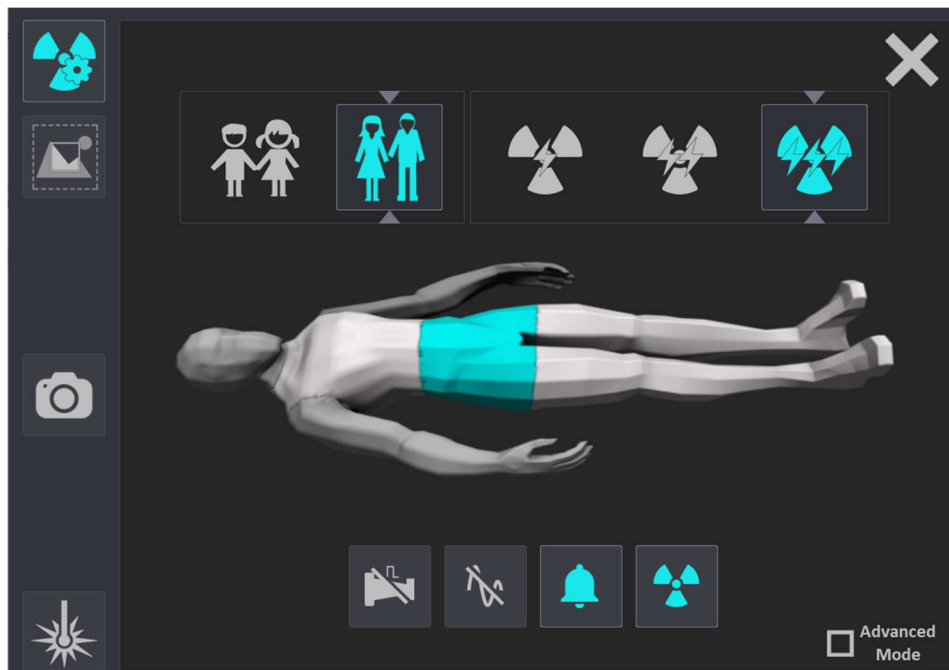

Figure 5 - Réglages des paramètres rayons X
6. Réglages paramètres Rayons X : ADR désactivé, Preset adulte, 3 éclairs (88kV, 52 mA)(cf. Figure 5)